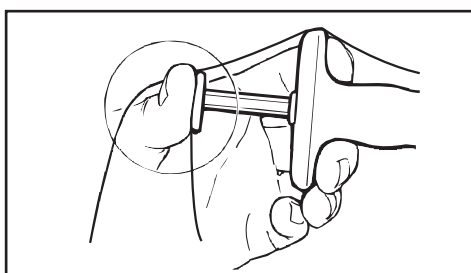

**Figure 2.**
3. Positionner le dispositif attrape-suture Capio RP directement dans le champ chirurgical pour suturer sous visualisation directe. Positionner le dispositif en plaçant l'extrémité distale à l'endroit désiré contre le tissu à suturer (voir la figure 2) et le maintenir fermement en place. Avec des tissus mous, il peut s'avérer nécessaire de stabiliser le tissu avec une pince auxiliaire. Exercer une légère contre-contraction sur la suture lors du positionnement de l'extrémité du dispositif attrape-suture Capio RP afin de maintenir l'aiguille en place dans le porte-aiguille. Éviter d'appliquer une contre-contraction excessive sur la suture, car cela pourrait l'endommager lors du déploiement. Voir la figure 3.